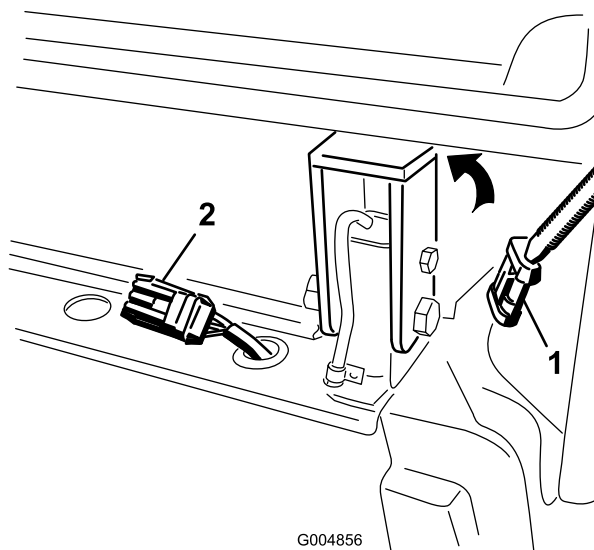

Figura 79
17. Desenchufe el conector del arnés de cables de la cabina (Figura 79) e instale el tapón en el conector.